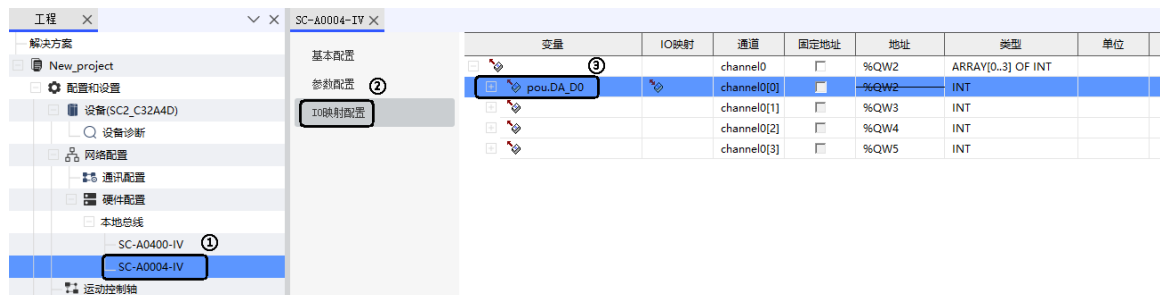
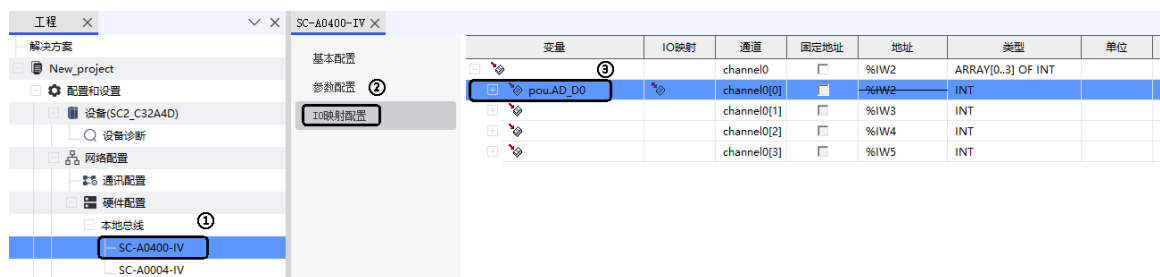

图 6.14 模拟量输出模块映射
图 6.15 模拟量输入模块映射
4) 变量映射过程如图 6.14 及图 6.15 所示。
- ① 鼠标左键双击“SC-A0400-IV”及“SC-A0004-IV”；
- ② 鼠标左键单击“I/O 映射配置”进入变量映射界面；
- ③ 绑定变量 DA_D0 为模拟量输出模块通道 0 的输出变量；
- ④ 绑定变量 AD_D0 为模拟量输入模块通道 0 的输入变量。